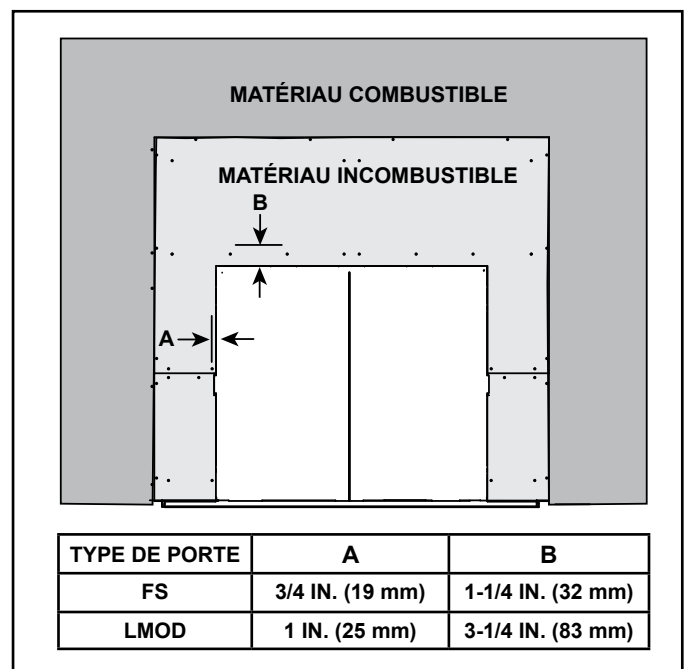

Figure 10.12 Dégagement requis pour des portes à ajustement intérieur.
**AVIS :** Les dégagements appropriés entre l'ouverture du foyer et de tout matériau de finition plus épais que 25 mm (1 po) DOIT être maintenu lors de l'installation de l'appareil en un ajustement intérieur. Voir figure 10.12.